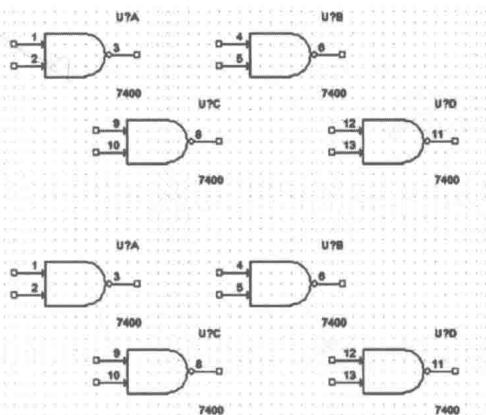

图 1.3.18 Preserve Designator
(1) Preserve designator (见图 1.3.18)：当 Reference 清成“?”时，同类型复合元件可保留 Section。